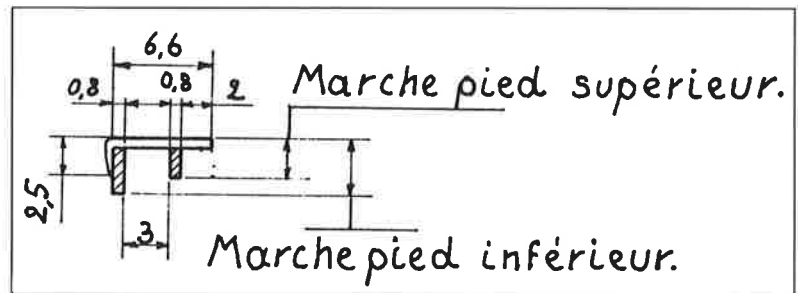

FIGURE 18
- liaison des marchepieds par fil laiton de 0,6 mm (voir fig. 18)